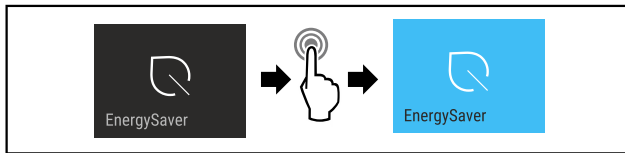

Fig. 17
- ▶ Провести етапи операцій (див. Fig. 17) .